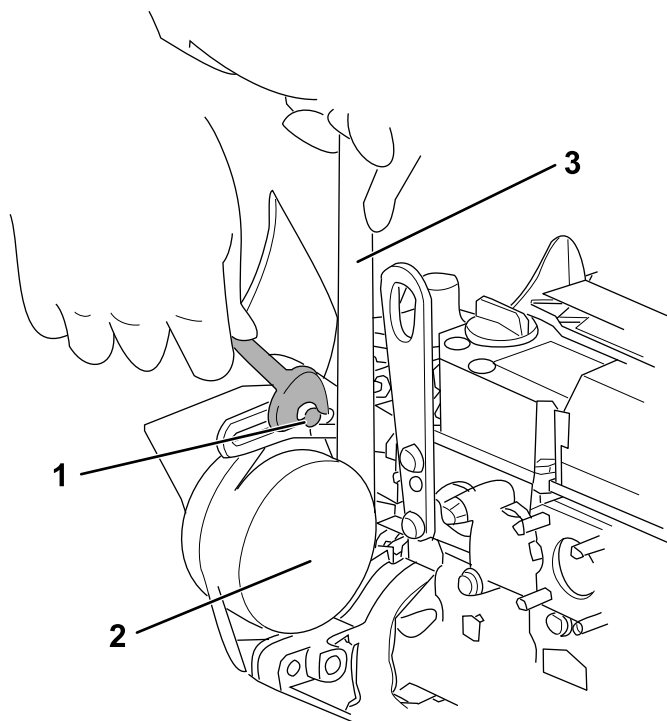

図 89
3. 調整ボルトとナットをゆるめ、レンチを使ってオルタネータを動かしてベルトに適正な張りを与える 図 89。
4. 調整ボルトとナットを締めつける 図 89。